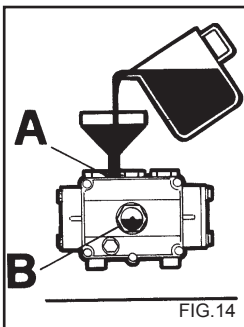

FIG. 14
4) Avvitare il tappo di scarico ed introdurre l'olio dal foro superiore (fig. 14 A) fino al livello indicato sulla spia (fig. 14 B).